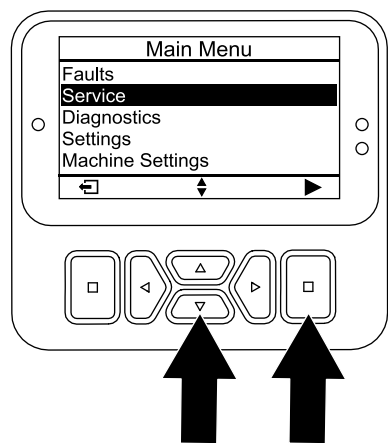

Figure 95
- 4. Appuyez sur le bouton vers le bas jusqu'à ce que l'option ENTRETIEN soit sélectionnée, puis appuyez sur le bouton de sélection (Figure 95).